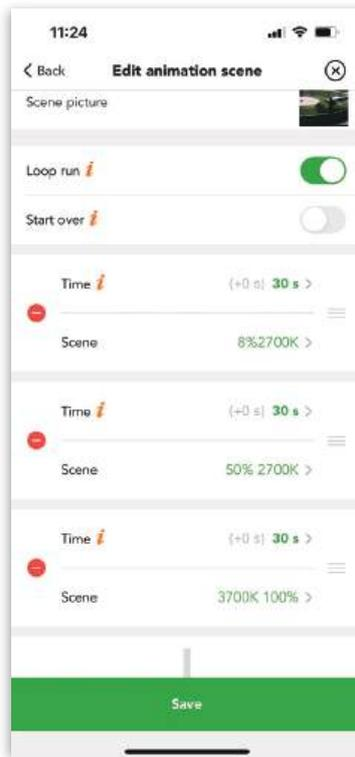

Abbildung R1.27
- ※ Die Benutzer können die Wiedergabereihenfolge der Endlosschleife ändern, indem Sie auf das  Symbol in der oberen rechten Ecke des Bildschirms klicken. Wenn sich das Symbol  verwandelt, können Sie lange auf das  Symbol drücken und es durch die einzelnen Szenen schieben, um die Szenenreihenfolge zu ändern. (siehe Abbildung R1.27)